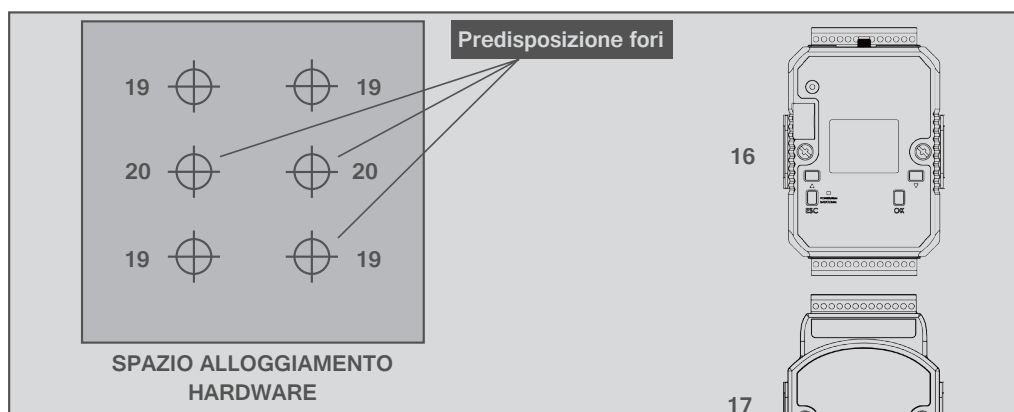

Figura 10 - Fori fissaggio barra DIN per hardware DELL
Nell'apposito spazio indicato in Figura 10 sono presenti n°4 fori M4 dedicati e opportunamente predisposti per il fissaggio del dispositivo (si veda fori n°19 in Figura 10).
2. Alloggiare l'hardware nell'apposito spazio dedicato come indicato in Figura 10.
3. Avvitare le viti tramite i fori n°19 come indicato in Figura 10.